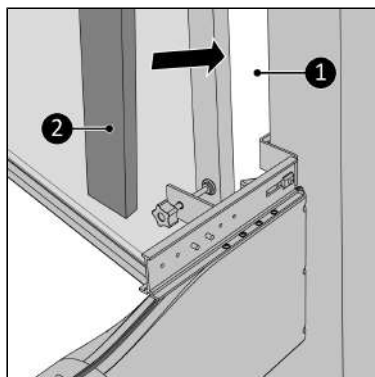

Rysunek 221.
16. Ostrożnie przykręcić śrubę mocującą do ramy okiennej (Rysunek 221, poz. 1).